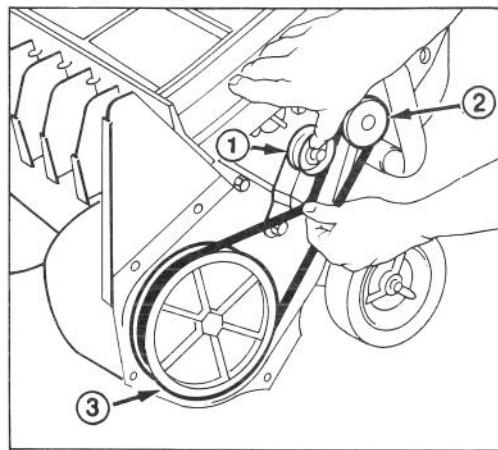

Fig. 9
3. RIMOZIONE DELLA CINGHIA (Fig. 9) – Tirare la puleggia folle leggermente all'insù mentre sfilate la cinghia. Lasciate tornare la puleggia in posizione man mano che la cinghia viene liberata. NON LASCIATE LA PULEGGIA FOLLE TORNARE IN POSIZIONE DI SCATTO. Rimuovete la cinghia dal motore e dalle pulegge del rotore.